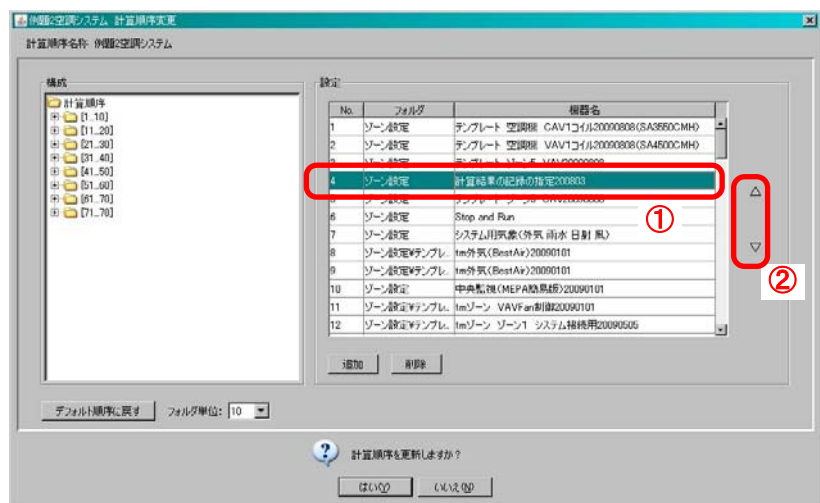

図 3.2.4-1 計算順序の指定画面
- 2) ワークスペース（画面右側）のタブ「計算順序」を選択し、表示される「例題 2 空調システム」をダブルクリックすると、計算順序を指定する画面が表示されます（図 3.2.4-1）。
- 3) この画面には、既にデフォルトの計算順序が表示されているので、右図のように、①計算順序を変更したいモジュールを選択し、②矢印のボタンを押すことによって、計算順序を変更します。